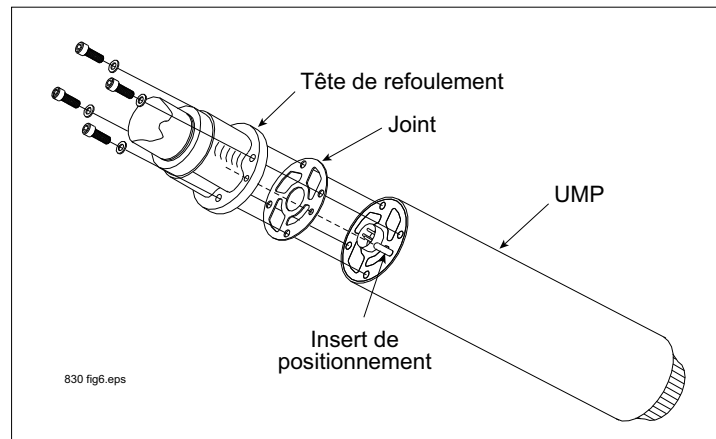

Figure 8. Alignement du joint de l'UMP
2. Placez le nouveau joint sur la nouvelle UMP de sorte que tous les trous soient alignés (voir la Figure 8).
4. Installez les boulons de maintien de l'UMP et les rondelles freins (voir la Figure 8). Installez puis serrez les boulons en croix. Serrez au couple de 11 N•m (7 ft•lbs).